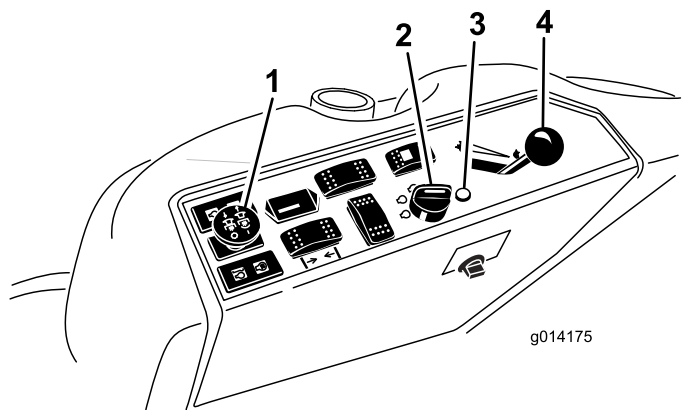

Figure 19
4. Placez la commande de prise de force (PDF) en position DÉSENGAGÉE (Figure 19).
5. Réglez la commande d'accélérateur à mi-course entre les positions HAUT RÉGIME et BAS RÉGIME (Figure 19).